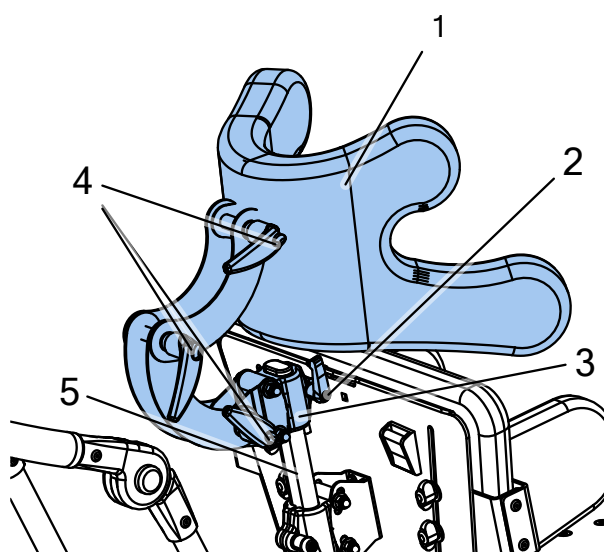

Fig. 12
Montaggio poggiatesta (1) Fig. 12
- Allentare la maniglia (2).
- Inserire il giunto di collegamento poggiatesta (3) nella staffa schienale (5).
- Serrare la manopola (2).